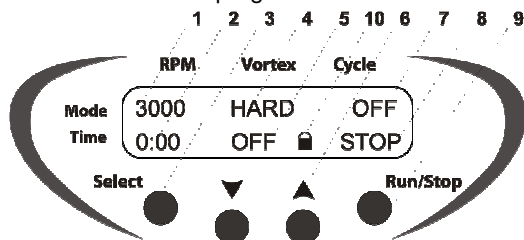

Fig.2. Pannello di controllo
- 4.3. Impostazione dei parametri: Premere il tasto **Select** (Fig.2/3) per selezionare il parametro che si desidera modificare (ogni volta che si preme il tasto **Select** vengono attivati in successione i parametri del ciclo; il parametro attivo è lampeggiante).
- 4.4. Utilizzare i tasti "▲" e "▼" (Fig.2/6) per impostare i valori desiderati (nota: tenere premuto il tasto per più di 2 secondi per modificare rapidamente i valori).
- 4.6.1. Impostare la velocità di rotazione desiderata (incremento di 100 rpm, Fig. 2/1)
- 4.6.2. Impostare il tempo di centrifugazione (tempo inferiore a 1 minuto - incremento di 1 secondo, tempo maggiore di 1 minuto - con incremento di 1 minuto, Fig. 2/2).
- 4.6.3. Impostare la velocità di agitazione Vortex (selezionare tra bassa, media e alta, Fig. 2/4).
- 4.6.4. Impostare il tempo di agitazione Vortex, da 1 a 20 secondi (incremento 1 secondo, Fig. 2/5).
- 4.6.5. Impostare il numero di ripetizioni dell'algoritmo-sms impostato (da 1 a 999 volte, Fig. 2/7).
- 4.7.1. Impostare la velocità di rotazione desiderata (incremento di 100 RPM, Fig. 2/1).
- 4.7.2. Impostare il tempo di centrifugazione (tempo inferiore a 1 minuto - incremento di 1 secondo, tempo maggiore di 1 minuto - con incremento di 1 minuto, Fig. 2/2).
- 4.7.3. Spegnerne il movimento di tipo Vortex impostando il tempo di movimento Vortex sullo zero (OFF, Fig. 2/5). Il contatore dei cicli si spegne.
- 4.8.1. Spegnerne il movimento Spin impostando il movimento Spin sullo zero (OFF, Fig. 2/2). Il contatore dei cicli si spegne.
- 4.8.3. Impostare la velocità di agitazione Vortex (selezionare tra bassa, media e alta, Fig. 2/4).
- 4.8.4. Impostare il tempo di agitazione Vortex (da 1 a 20 secondi, incremento di 1 secondo, Fig. 2/5).
- 4.9. Premere il tasto **Run/Stop** (Fig.2/9) per avviare il programma.
- 4.10. Il rotore comincerà a muoversi e sul display verrà visualizzata l'indicazione corrispondente (RUN, Fig.2/8) insieme a conto alla rovescia del ciclo (Fig.2/7), i vari valori di tempo (Fig.2/2 o Fig.2/5) e per MSC-6000 il simbolo di blocco del coperchio  (fig. 2/10).
- 4.11. Multi-Spin si arresta automaticamente dopo che sono stati eseguiti tutti i cicli impostati (sul display compare l'indicazione lampeggiante STOP, fig. 2/8) e viene emesso un segnale acustico che indica il termine dell'operazione (premere il tasto **Run/Stop** per interrompere il segnale).